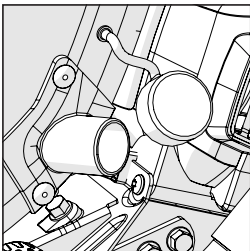

Abb. 13
- Entfernen Sie die Gummikappe vom Entstaubungsanschluss **(Abb. 13)** und bewahren Sie sie für den künftigen Gebrauch sorgfältig auf.